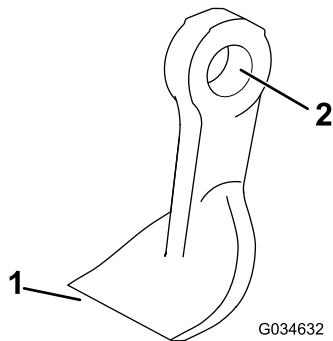

Figura 78
4. Inspeccione cada cuchilla en busca de daños, prestando especial atención a las fijaciones, el filo de corte y el orificio de sujeción (Figura 78). Sustituya cualquier cuchilla o fijación que esté dañada.